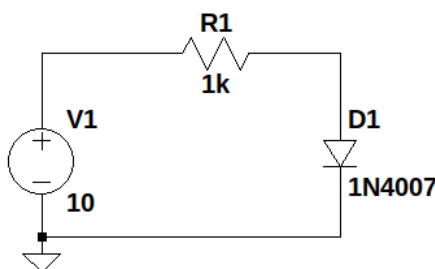

Figura 12: esquemático para simulación con 1N4007.
1. Utilizar el circuito armado para la actividad anterior, implementación de la Figura 12.
1. Hacer el circuito de la figura 12 en LTspice, usando el mismo modelo spice de diodo.